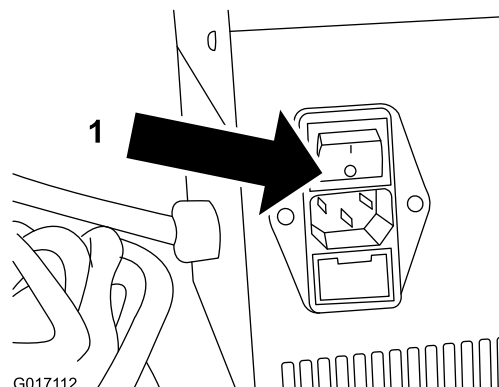

图3
1. 确保充电器关闭（图3）。
3. 关闭 eFlex 电源 (图3)。